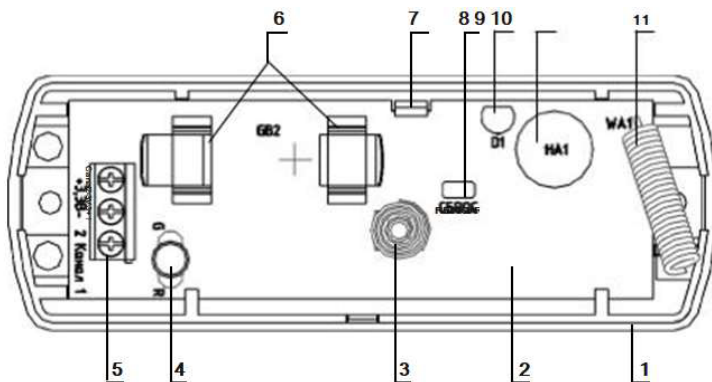
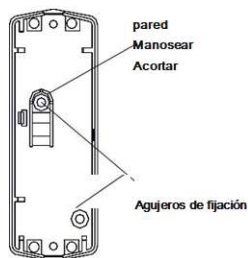

Figura 1 - El detector con la tapa abierta
Figura 2 - La base del detector
Para retirar la placa de circuito impreso, empuje hacia arriba el disparo (7) (Ver Figura 1) en la base. Prepare los orificios de fijación. Para la marca de disposición de los orificios, se puede utilizar la base del detector (consulte la Figura 2).